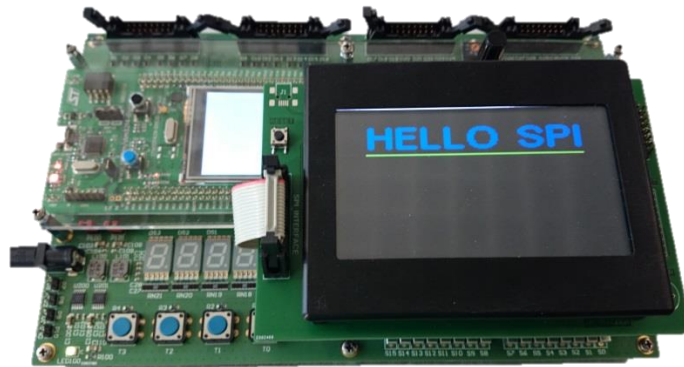
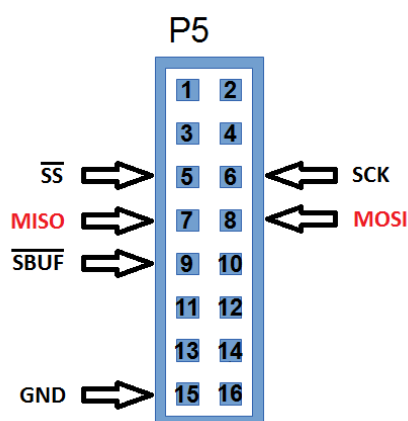

Abbildung 1: TFT-Display mit SPI Schnittstelle
Abbildung 4: Verbindung von MOSI und MISO Leitung
In diesem Praktikum werden Sie auf dem CT System die Grundfunktionen für das Senden und Empfangen eines Bytes über SPI implementieren. Die SPI Grundfunktionen werden im nachfolgenden Praktikum für die Ansteuerung eines intelligenten Displays verwendet. Siehe Abbildung 1. Das Display wird erst im nächsten Praktikum angeschlossen.
- Drahtbrücken mit «Abgrif». Siehe Abbildung 4.
Verbinden Sie für den Test die MOSI und MISO (Pin 7 und 8) mit einer Drahtbrücke auf dem Port 5 gemäss Abbildung 4 (KO Variante) oder Abbildung 1 – 3 (Kurzschluss Variante) im Anhang am Ende dieses Praktikums.
## 6 Anhang: MISO / MOSI Abbildung 1 - 3